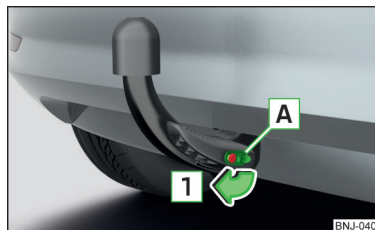

Fig. 239
- Îndepărtați apărătoarea **A** de pe încuietoare, în sensul săgeții **1** » fig. 239.